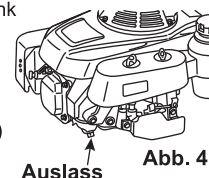

Abb. 41
2. Lassen Sie jegliches Benzin aus dem Kraftstofftank und dem Vergaser ab. (Siehe Abb. 41)